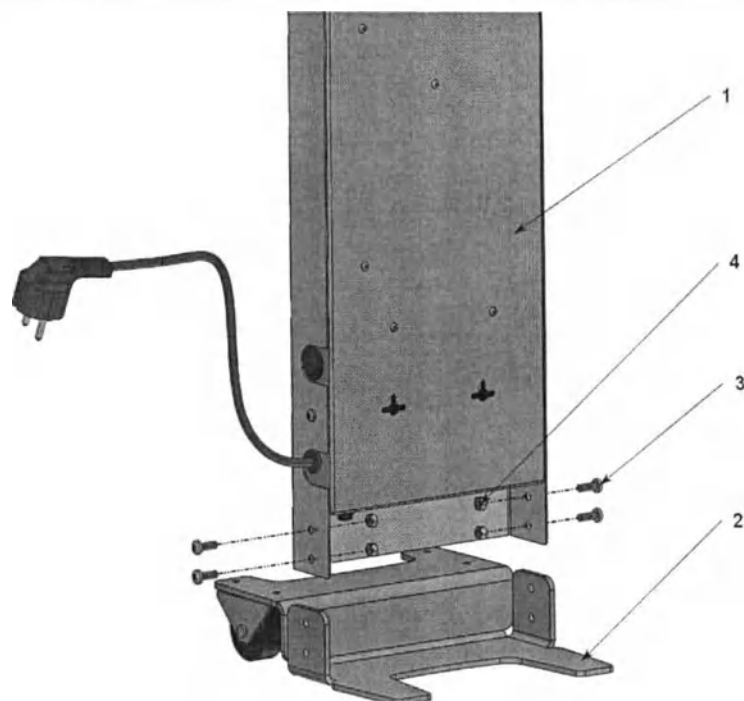

Рисунок 10. Монтаж облучателя на мобильную опору. 1- Облучатель; 2- Опорная стойка; 3- Винт М5; 4- Гайка М5.
Сборка показана на рис. 10 Монтаж облучателя (1) на мобильную опору (2) осуществляется при помощи четырех винтовых соединений М5 (3-4).